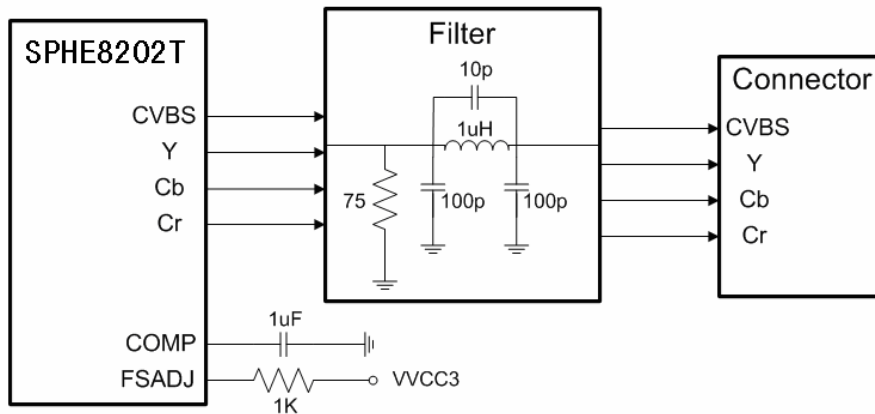

Figure 2-1 SD DAC - buffer + filter + protector
- (1) SPHE8202T 在 Video 预设全电流模式，因此建议 filter 相关参数如图 2-1，另外 COMP 输出接的参考电容为 1uF，Rset 为 1K ohm。